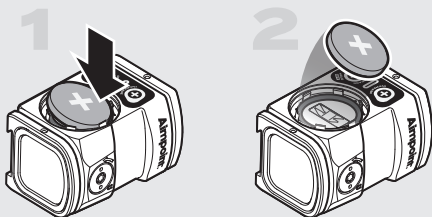

Abb. 2 Batterie entfernen
- a Schrauben Sie den Batteriedeckel (3) mit dem Aimpoint-Werkzeug (8B) ab und entfernen Sie sie.
- b Wenn Sie die Batterie ersetzen, nehmen Sie die leere Batterie aus dem Batteriefach, indem Sie sie vorsichtig an einer Kante nach unten drücken, wie in Abb. 2 gezeigt.